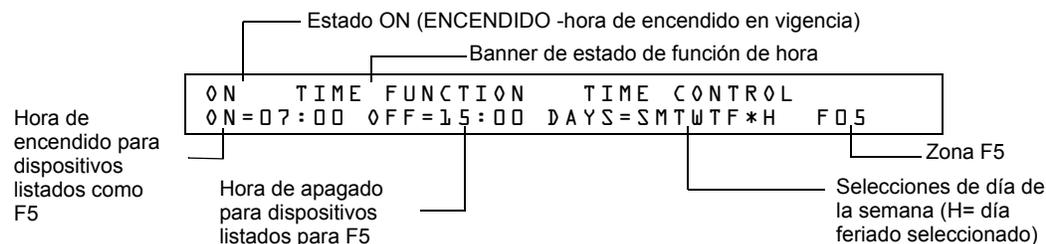

Figura A.4 Ejemplo de lectura de estado para la función Hora
El control de hora está activo para todos los días de la semana listados en F5 o F6. Los días feriados (Holidays) listados en F7 quedan excluidos, a menos que se incluya Holidays (H, días feriados) en la selección de días de la semana de F5 y F6 (como se muestra en la figura A.4). Ingrese las funciones de hora en formato de 24 horas con la hora de apagado (OFF) posterior a la de encendido (ON). Siempre restablezca el panel de control después de cambiar la programación al utilizar el control de hora.